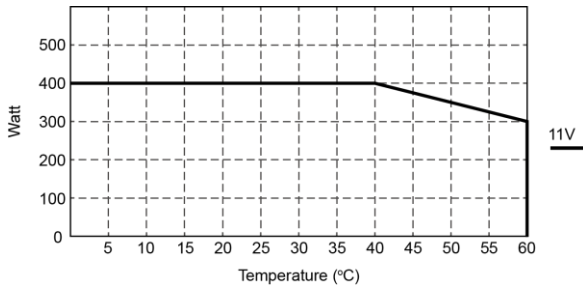

Figure 3. SE400 temperature performance
- ③ Temperaturverhalten: Siehe Abbildung 3